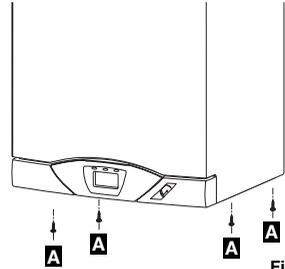

Fig. 16
- visser les 4 vis A de fixation de l'habillage, situées en partie inférieure (fig. 16).